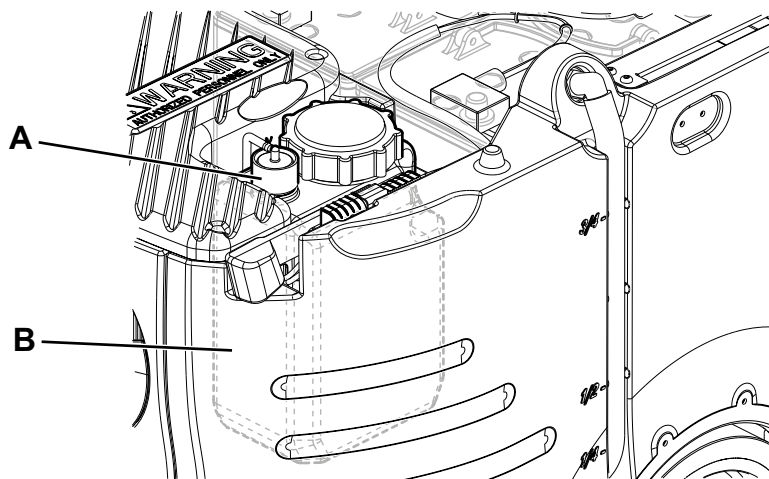

Abbildung 14
2. Sicherstellen, dass das Gerät ausgeschaltet und der Bedienschlüssel (52) herausgezogen wurde.
3. Deckel (29) anheben und überprüfen, ob der Schmutzwassertank (17) leer ist. Gegebenenfalls durch das Ablaufrohr (26) entleeren.
4. Deckel (18) schließen.
5. Die Schmutzwassertank-Baugruppe (17) vorsichtig mit dem Griff (35) anheben.
6. Den Stopfen (A, Abb. 14) vom Reinigungsmittelkanister (B) abdrehen.
9. Den Reinigungsmittelkanister (B) wieder wie in der Abbildung gezeigt in seiner Position anbringen und den Stopfen (A) wieder befestigen.